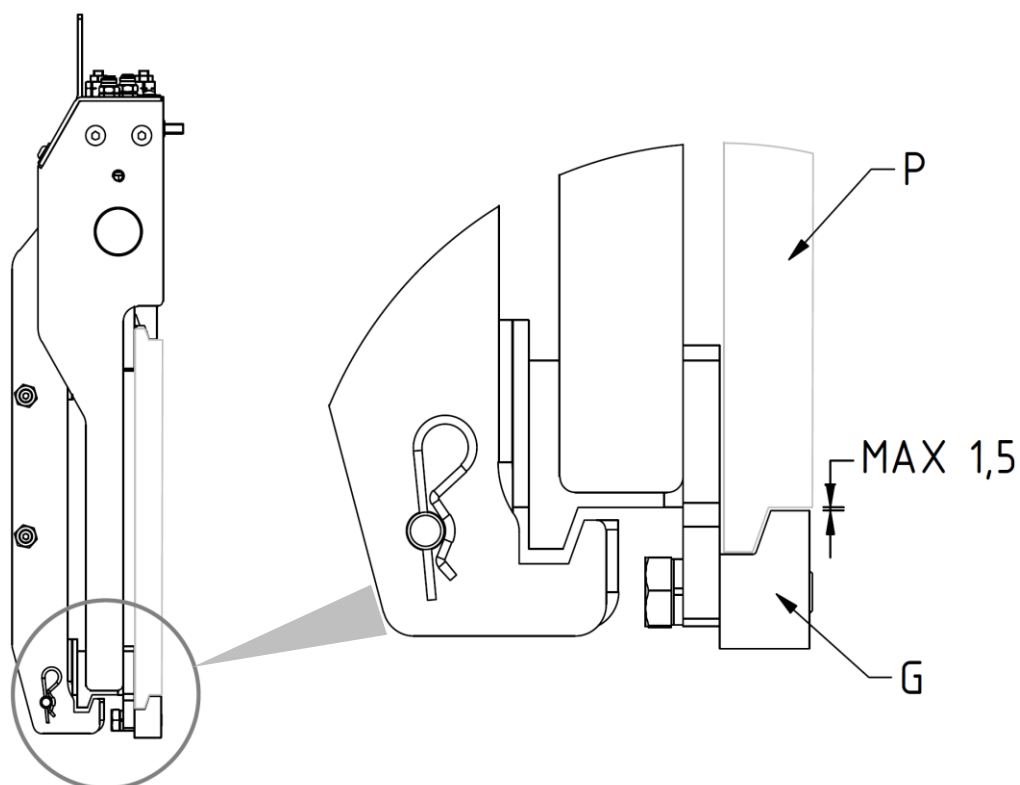

Figura 9
7. Atornillar los dos ganchos inferiores **G** para que su cuerpo quede enganchado debajo a la placa porta horquillas **P** (con un juego máximo de 1,5 mm , mira *Figura 9*), apretando con el par de apriete indicado en la *Tabla 4*.
3. Verificar la holgura entre la parte inferior de la plancha porta horquillas y los ganchos inferiores del equipo, verificando que sea como se indica en *Figura 6* (pag.11) y en *Figura 9* (pag.14) y, si es necesario, intervenir en el apriete de los tornillos que los sostienen .